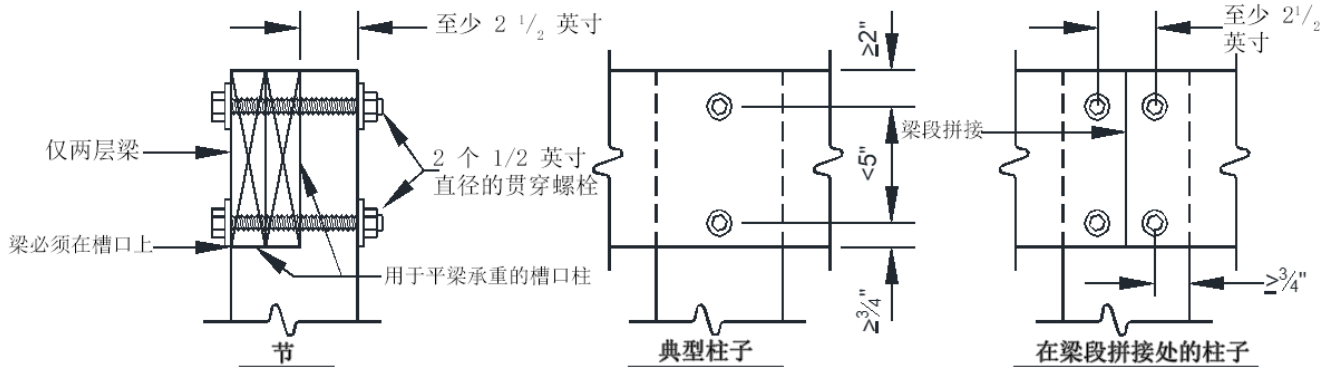
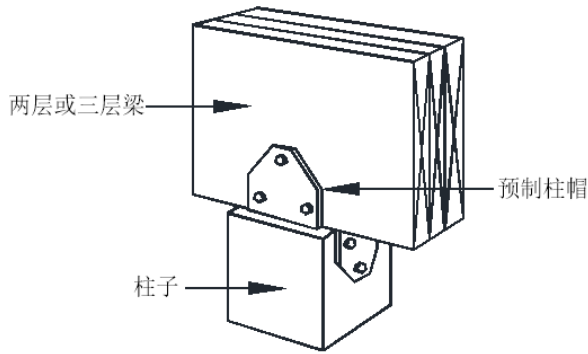

图 18: 带槽口的 6x6 柱子到横梁的连接
图 19: 柱帽的连接
- 应使用图 18 或 19 所示的方法之一将横梁固定到 6x6 的柱子上。应使用图 19 中所示的方法将横梁固定到 4x4 的柱子上。